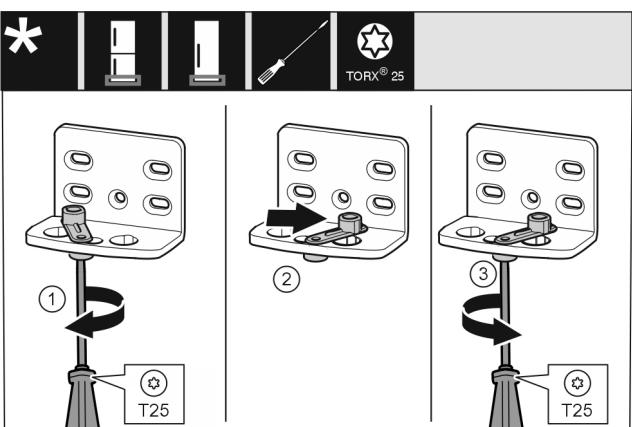

Fig. 12
- Schraube Fig. 12 (1) mit Schraubendreher löse schrauben.
- Türschließhilfe Fig. 12 (2) anheben und um 90° nach rechts in Bohrung drehen.
- Schraube Fig. 12 (3) mit Schraubendreher festschrauben.